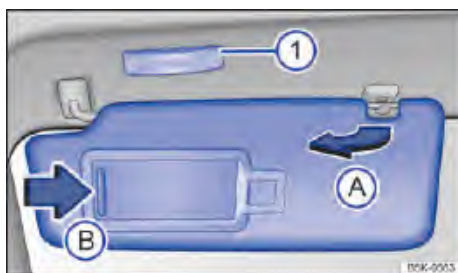

Fig. 85 Parasol.
- Retirar el parasol con cuidado del soporte sujetando la base de fijación y girar en la dirección de las puertas → fig. 85 (A).
En el parasol plegado hacia abajo se encuentra un espejo de cortesía atrás de una cubierta. Al abrir la cubierta → fig. 85 (B) se enciende una luz ①.